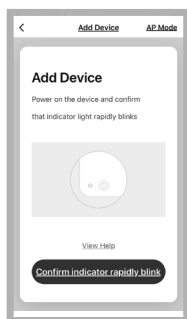

Fig. 7
4. Alegeți fișierul "Smart Home Appliances" în meniul în stânga și selectați purificatorul de aer. Confirmați mesajul "Confirm indicator rapidly blink". (fig. 7)